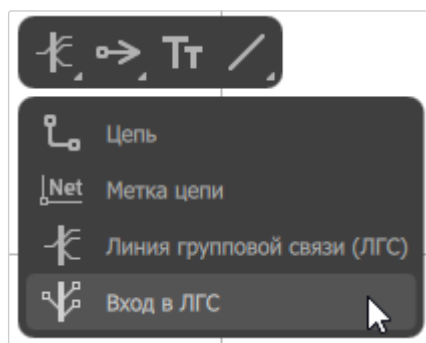

Рисунок 119. Инструмент «Вход в ЛГС» на панели инструментов
- Щелкнуть правой кнопкой мыши по первой кнопке на панели инструментов редактора схем и в раскрывшемся списке выбрать инструмент «Вход в ЛГС» (см. рисунок 119).